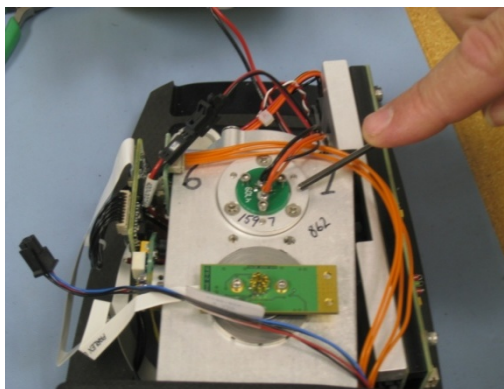

图 22. 干涉仪架中的光源组件
- 6 识别光源组件。光源位于干涉仪架的顶部。它由三个十字螺丝固定 (参见图 22)。使用适当的十字螺丝刀拧下所有三个螺丝。